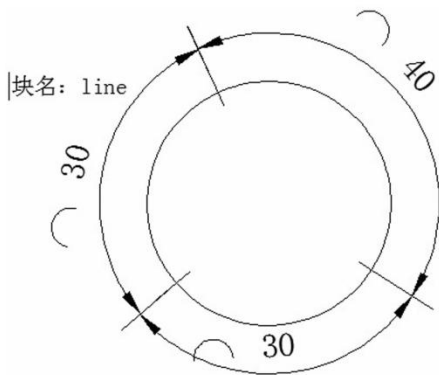

图 2-11 测量对象
2. 测量对象：利用定距等分（Measure）命令，在实体上按测量的间距排列点实体或块。把周长为 100 的圆，用块名为 line 的对象，以 30 为分段长度，测量圆对象，如图 2-11：